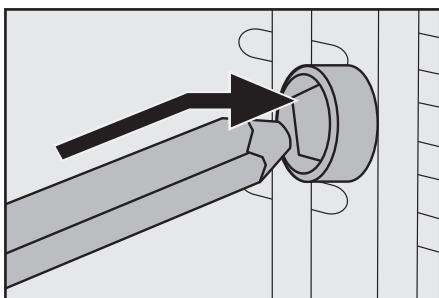

Fig. 1: Drejespydet ⑯ sættes ind i drevet ①.
- Brug altid tangen ⑫, når det varme drejespyd ⑯ skal sættes ind i produktet eller tages ud.
- Med drejespyddets ⑮ to klemmer kan du fastgøre grillmaden på drejespydet ⑯. Løsn fikseringerne ⑭ på drejespyddets klemmer ⑮, og flyt disse, så grillmaden klemmes fast imellem dem, og skru derefter fikseringerne ⑭ fast igen.
- Sæt først enden af drejespydet ⑯ uden not ind i drevet ① (fig. 1):